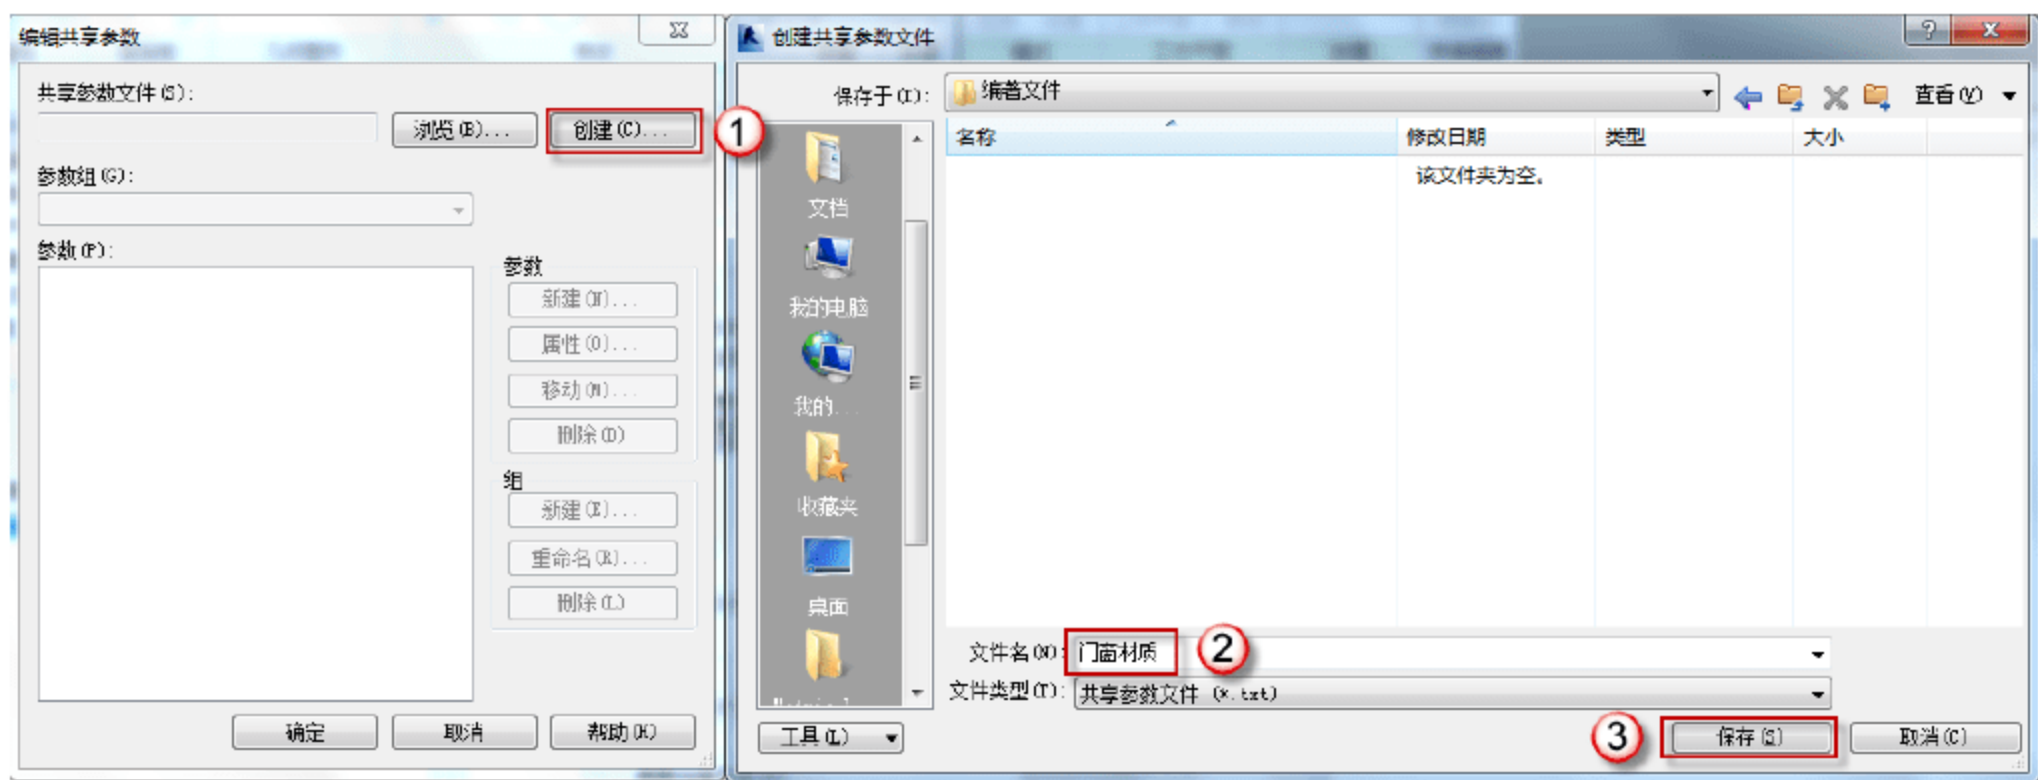

图 6.1.16 “创建共享参数文件”对话框
(14) 创建共享参数文件。在弹出的“编辑共享参数”对话框中，单击“共享参数文件”下的“创建”按钮，弹出“创建共享参数文件”对话框，选择合适的路径，在“文件名”中输入“门窗材质”，单击“保存”按钮，如图 6.1.16 所示。